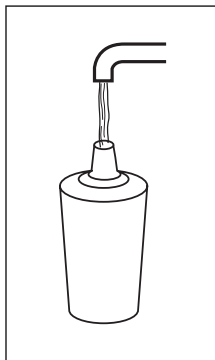

Fig. 20
- Riempire il filtro di acqua (**Fig.20**)